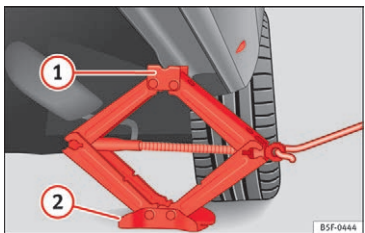

Fig. 83 Sådan sættes donkraften på.
• Drej håndsvinget til donkraften*, der er placeret under længdevangens løftepunkt, indtil tappen ① »» » Fig. 83 er under den dertil beregnede indgang.
• Stil donkraften*, således at dens dom ① får fat i den dertil beregnede kant på længdevangen, og den bevægelige bundplade ② ligger plant på jorden. Bundpladen ② skal være lodret under løftepunktet ①.